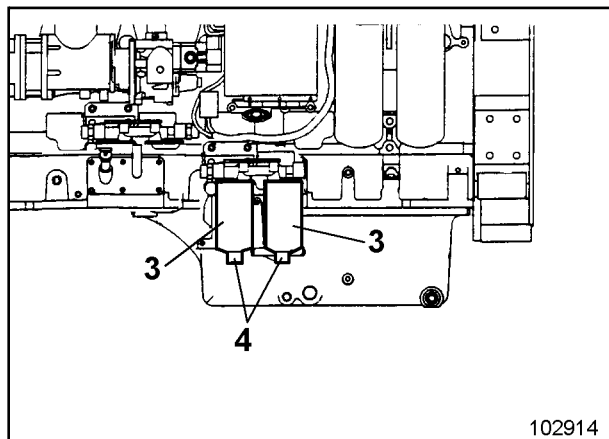

Fig. 3
- Filter (3, Fig. 3) abschrauben